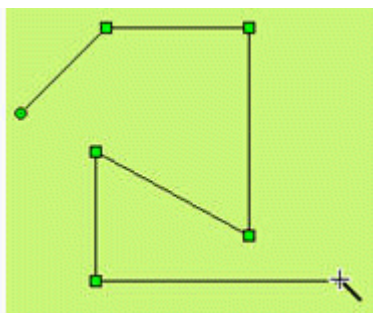

Рисунок 4-25 Рисование ломаной линии
□ Переместите курсор в другое место на экране и система автоматически будет рисовать линию. Переместите курсор мыши в место, где вы хотите изменить направление линии и щелкните один раз левой кнопкой, после чего появится маленький зеленый прямоугольник. Теперь, линия, от первой точки и до этого зеленого прямоугольника двигаться вместе с мышью не будет. Затем, переместите мышь в другую позицию, где вы хотите изменить направление и снова щелкните левой кнопкой. Когда нужная ломаная линия будет нарисована, завершите рисование правым щелчком мыши. Смотрите рисунок 4-25